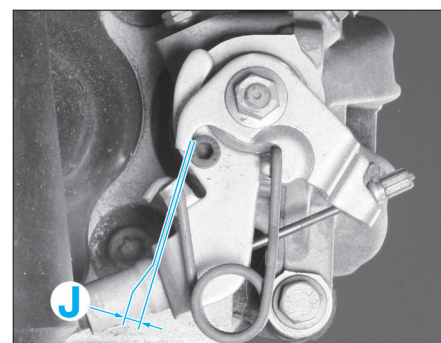

FIG. 17
- Mesurer, à l'aide de jeux de cales, le décollement "J" du levier par rapport à sa butée (le décollement doit être inférieur à 1,5 mm et supérieur à 0,05 mm) (Fig.17).